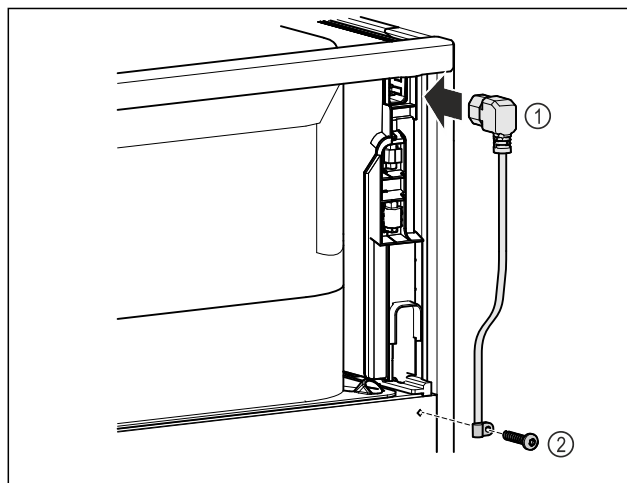

Fig. 9
- ▶ Introduceți mufa pentru puteri mici de la conductorul de racord la rețea Fig. 9 (1) pe partea posterioară a aparatului.
- ▶ Montați siguranța antismulgere. Fig. 9 (2)